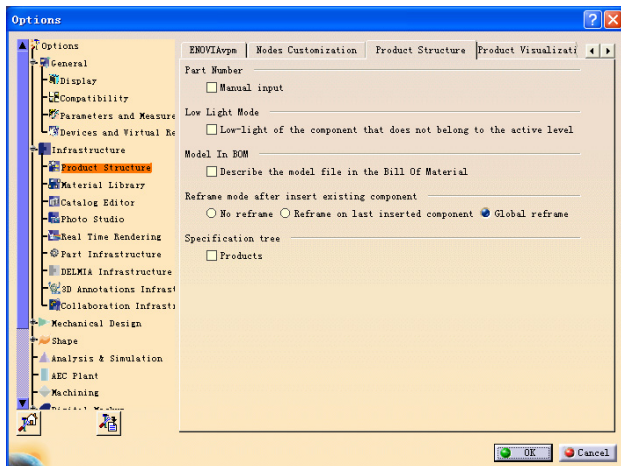

图 5-10
此选项卡用于设置产品结构的表现方式，如图 5-10 所示。
- Low light Mode: 选中 Low-light of the component that does not the active level 复选框，将低亮显示不属于活动层的组件，如图 5-10 所示。